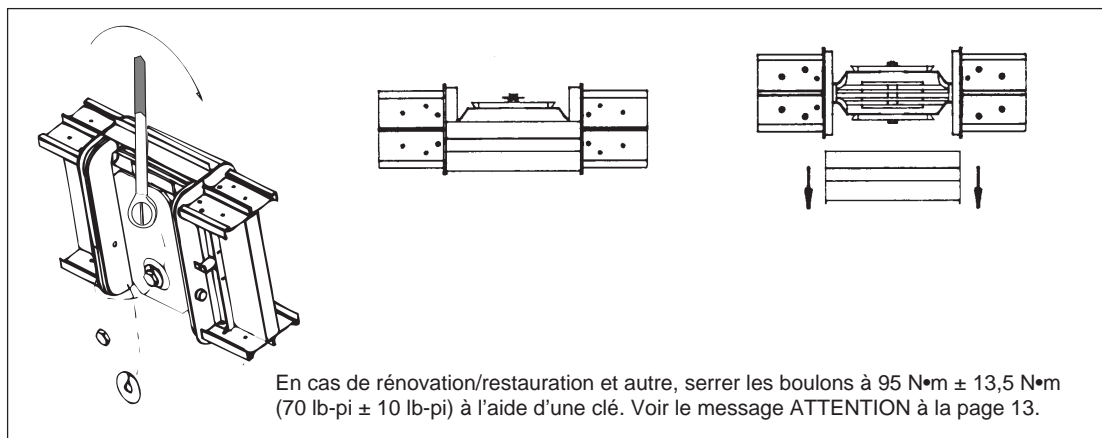

Figure 12
3. Serrer les boulons de la jonction de la canalisation préfabriquée (figure 12).